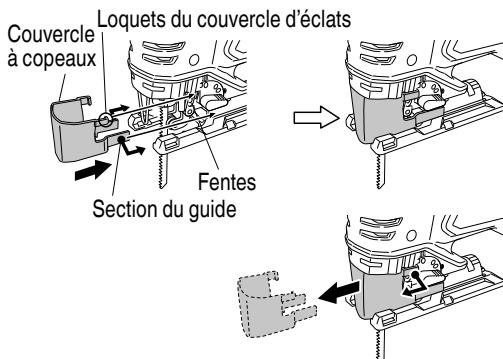

Fig. 17
10. Pose et dépose du couvercle d'éclats (Fig. 17)